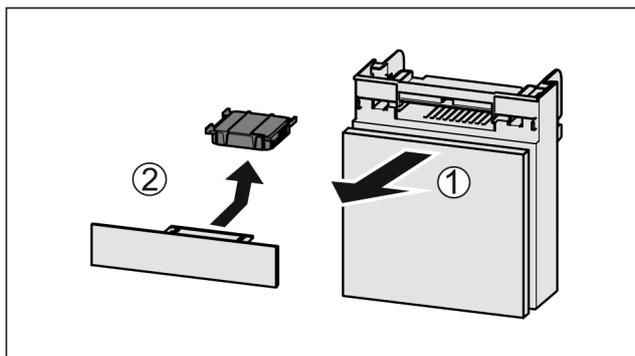

Fig. 137
- ▶ Extrageți Fig. 137 (1) compartimentul către înainte.
- ▶ Scoateți Fig. 137 (2) filtrul de cărbune activ.